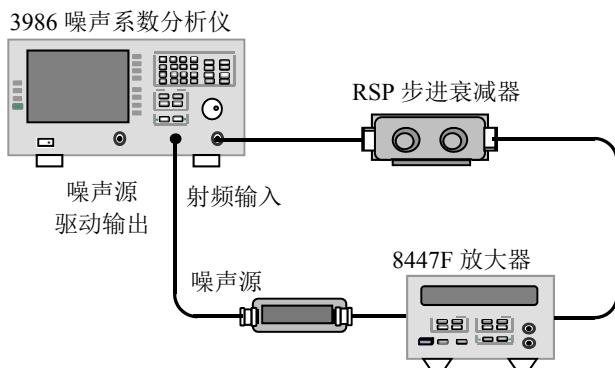

图 8.6 增益测量范围和测量不确定度测试框
- 步骤 1.** 如图 8.6 所示连接测试系统，开机预热 30min。